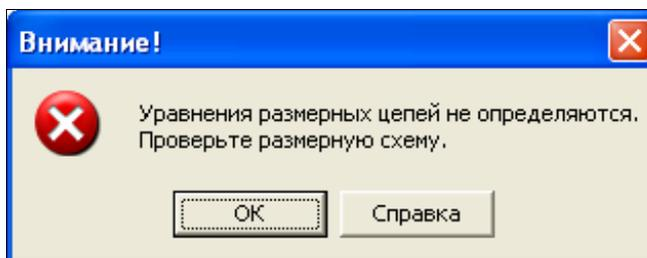

Рисунок 10 - Сообщение системы KON7
3.7 После ввода всех необходимых данных нажимается кнопка **Расчёт**. Расчета не происходит: на экране появляются только исходные данные и сообщение об ошибке «Уравнения размерных цепей не определяются» (рисунок 10).